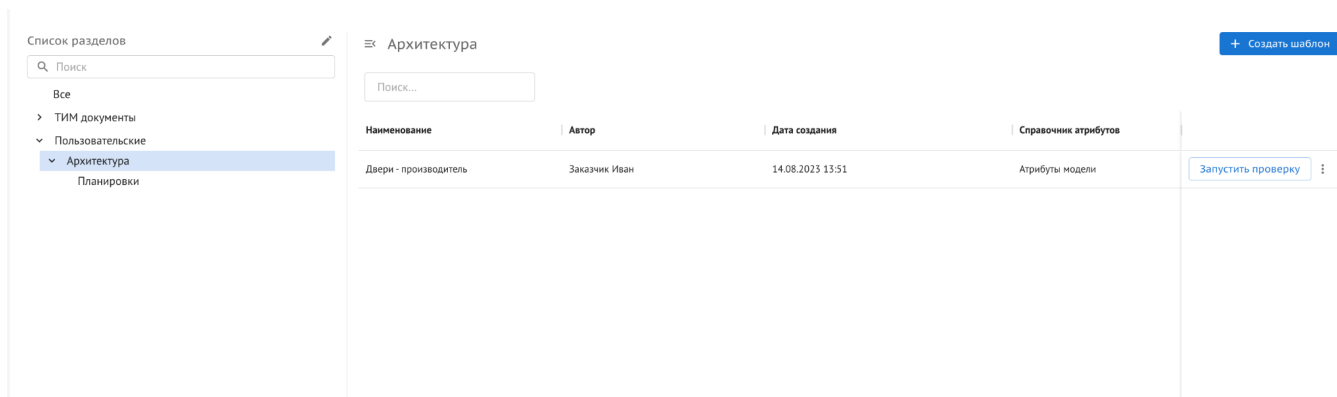

Рисунок 62. Разделы.
- 1) Выбрать раздел в корневом разделе “Пользовательские”, в котором будет храниться шаблон (Рисунок 62)